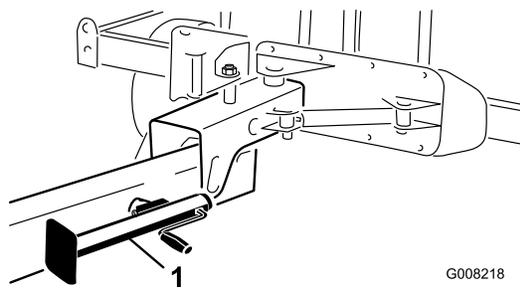

Figura 24
9. Baje el gato al suelo para estabilizar la máquina (Figura 24).